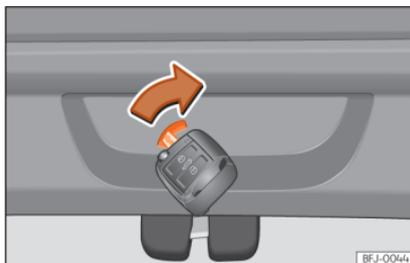

Fig. 88 Pormenor da bagageira: destrancagem de emergência.
• Introduza o palhete da chave na ranhura e pressione o manípulo no sentido da seta até que a fechadura desbloqueie »» **Fig. 88**.